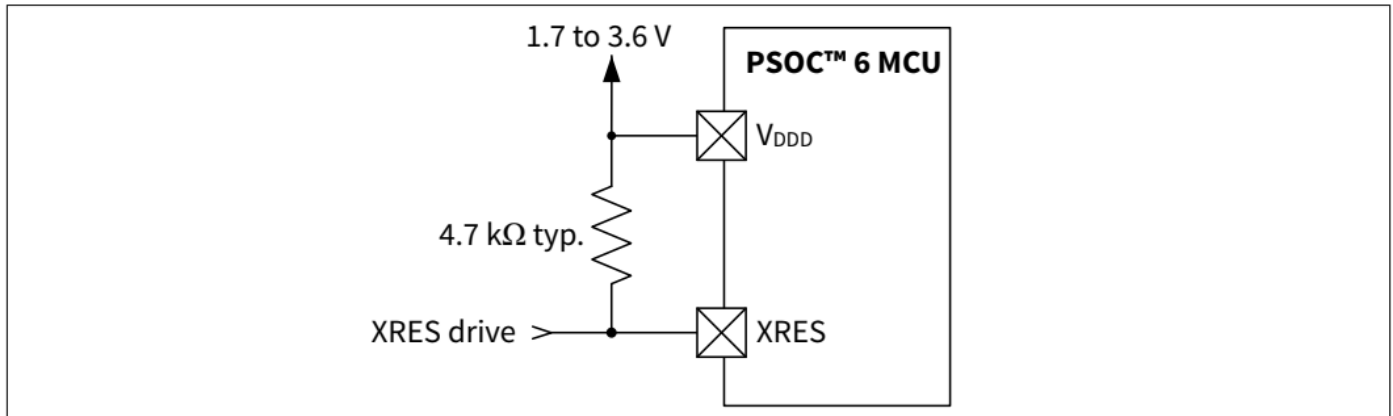

图 6 XRES 连接图
- 外部复位专用引脚 (XRES)，可使用外部复位源复位器件。XRES 引脚为低电平有效。它可以连接到上拉电阻至 V_{DD} ，也可以连接到有源驱动电路，如图 6 所示。如果使用上拉电阻，请选择其值以最小化引脚拉低时的电流消耗；典型值为 4.7 kΩ 至 100 kΩ。